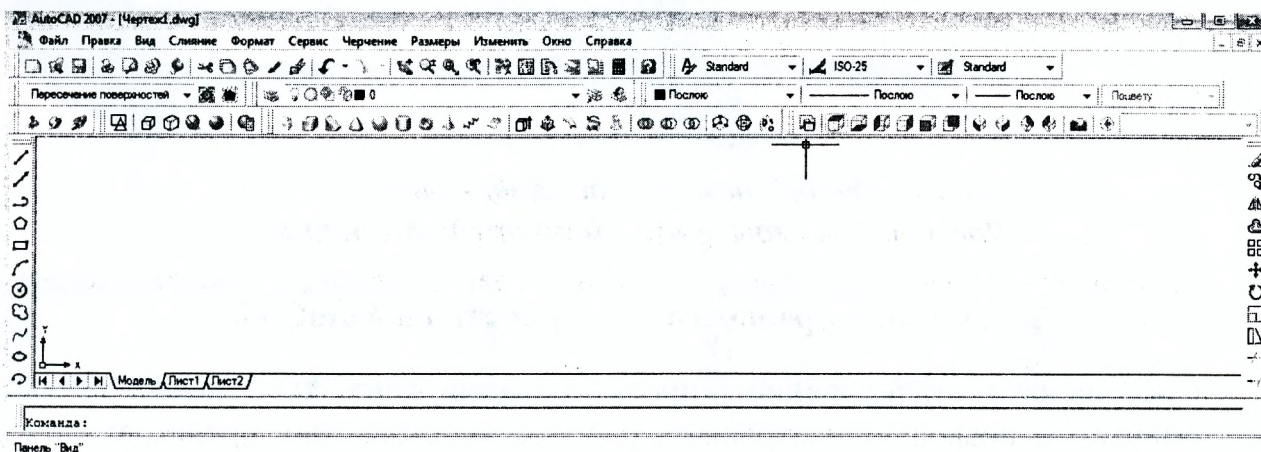

Рисунок 5 – Пример рабочего пространства
- путем удерживания левой кнопкой мыши (ЛК), можно перетаскивать инструментальные панели, располагая их с учетом удобства пользователя (например, как на рис. 5);